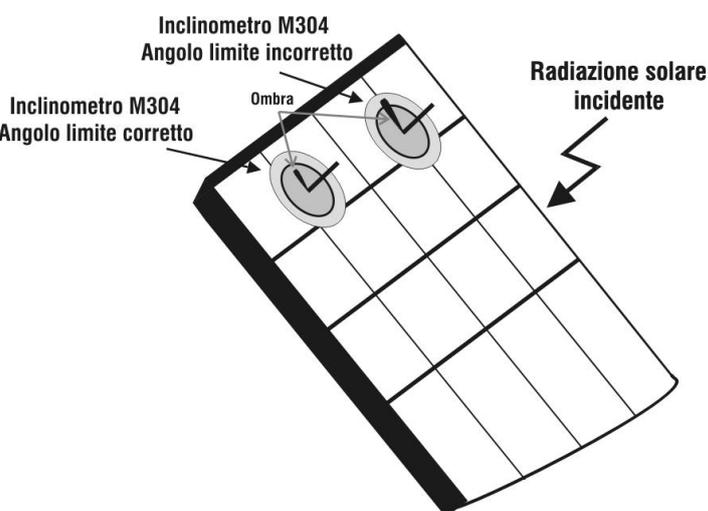

Fig. 7b: Colocação do inclinómetro M304
16. Montar a haste no disco do acessório M304 (inclinómetro) fornecida e mantê-la apoiada na superfície do painel. **Verificar se a sombra da haste projetada no disco cai dentro do “círculo concêntrico limite” interior ao referido disco (consultar a Fig. 7b). Caso contrário, o ângulo entre os raios solares e a superfície do painel é muito elevado e, portanto, as medições efetuadas pelo instrumento NÃO se podem considerar fiáveis. Repetir as operações noutros momentos do dia.**